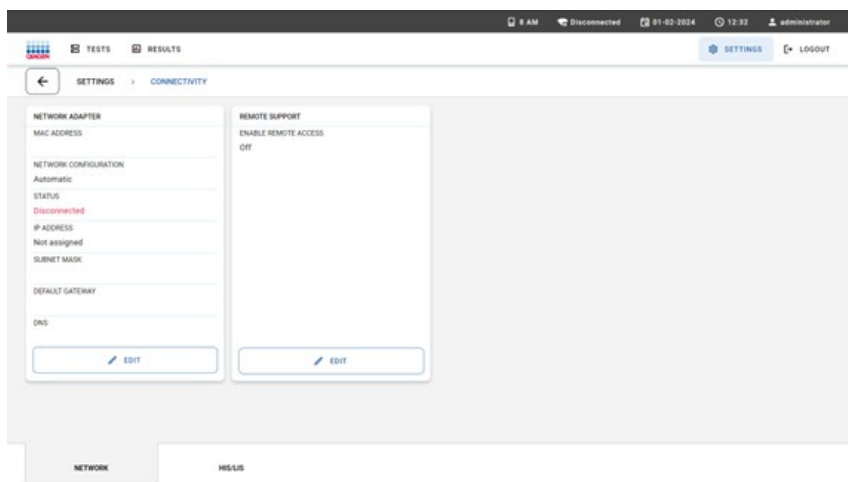

Abbildung 80. Konnektivitätseinstellungen mit Einstellung für Fernunterstützung.
3. Drücken Sie die Schaltfläche **EDIT** (BEARBEITEN) im Bereich **REMOTE SUPPORT** (FERNUNTERSTÜTZUNG) (Abbildung 80).